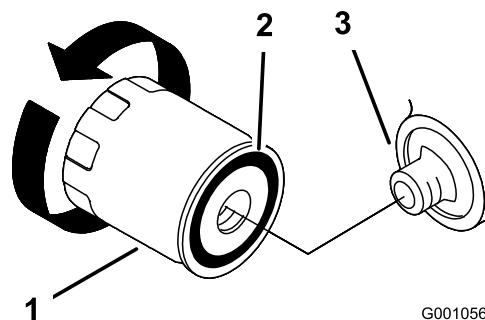

Figura 23
2. Retire el filtro usado y limpie con un paño la superficie de la junta del adaptador del filtro (Figura 23).
3. Aplique una capa fina de aceite nuevo a la junta de goma del filtro nuevo (Figura 23).
4. Instale el filtro de repuesto en el adaptador de filtro; gire el filtro en el sentido de las agujas del reloj hasta que la junta de goma entre en contacto con el adaptador del filtro, luego apriete el filtro de $\frac{2}{3}$ a 1 vuelta más (Figura 23).